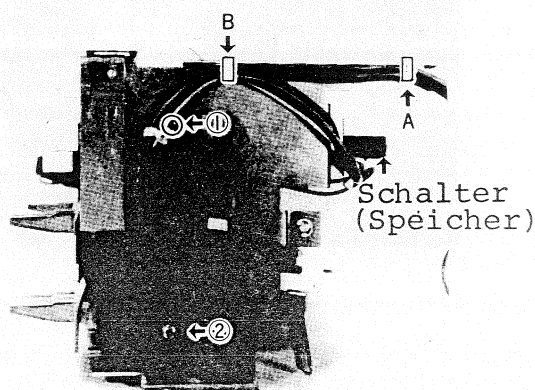

Abb. 7
- a) Entfernen Sie die Bündel A und B, welche in der Abb. 7 auf der rechten Seite gezeigt sind.
- b) Lösen Sie dann die Schrauben ①, ②. ( M3 x 0,5 x 4 ).
- c) Entfernen Sie das mit dem Schalter (Speicher) kombinierte Verbindungsstück, welches in der Abb. 7 rechts oben zu sehen ist. Lösen Sie dann die zwei Stellschrauben ( M3 x 0,5 x 4 ) vom Schalter (Speicher), und nehmen Sie die rechte Seitenplatte ab.